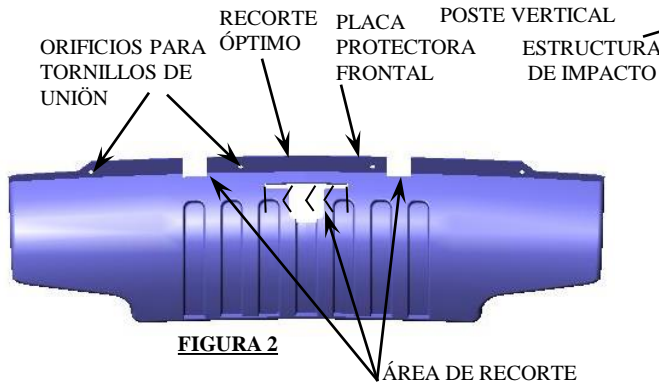

FIGURA 2
①	Cant. (2)	PERNO HEXAGONAL, 1/2" -13 x 1-1/2" Gr. 5	⑥	Cant. (2)	ARANDELA DE BLOQUEO, 1/2"
②	Cant. (6)	ARANDELA CÓNICA, 1/2"	⑦	Cant. (4)	TUERCA DE MANIJA, 1/2"-13
③	Cant. (2)	BLOQUE - 1/4 X 1-1/2 x 3	⑧	Cant. (2)	AMARRES DE CABLES (NO SE EXHIBEN)
④	Cant. (2)	TUERCAS HEXAGONALES, 1/2"-13	⑨	Cant. (2)	BLOQUE - 1/4 X 1-1/2 x 2
⑤	Cant. (4)	PERNO HEXAGONAL, 1/2" -13 x 1-1/4" Gr. 5
1. RETIRE (6) TORNILLOS DE UNIÓN DE LA PLACA PROTECTORA (4 UBICADOS COMO SE INDICA EN LA FIGURA 2 Y (2) UBICADOS EN EL LADO POSTERIOR DE LA ESTRUCTURA DE IMPACTO) CON UN BUEN DESTORNILLADOR DE ESTRELLA NUMERO 2.
6. PREGUNTE AL CLIENTE ANTES DE RECORTAR LA PLACA PROTECTORA. RECORTE LA PLACA PROTECTORA COMO SE MUESTRA EN LA FIGURA 2. USE EL ENGANCHE COMO PATRÓN.